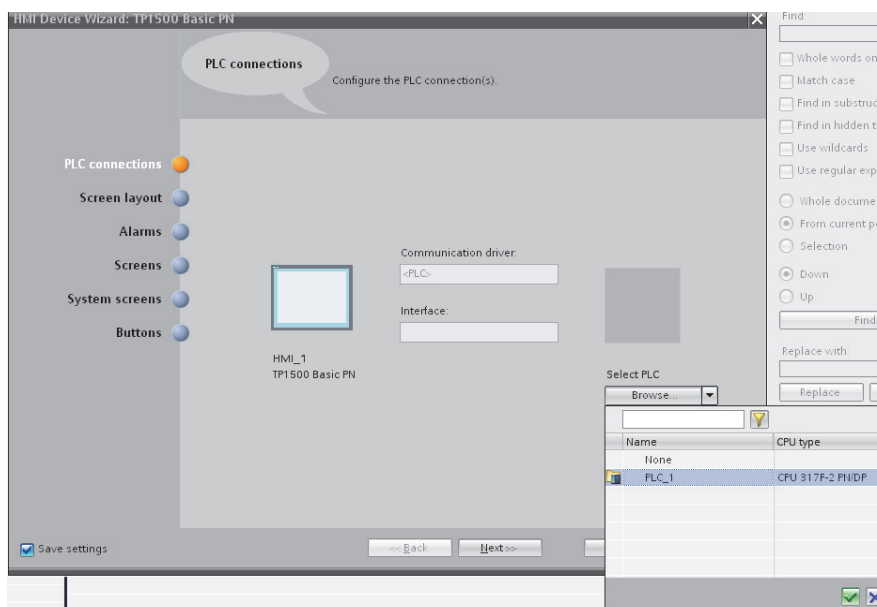

Рис. 1.28. Подключение панели к ПЛК
– настройте подключение от центрального процессора к операторской панели (нажмите кнопку «Browse»; выберите «S7-300, Master» процессор; откройте следующее диалоговое окно нажимая «Next») (рис. 1.28);